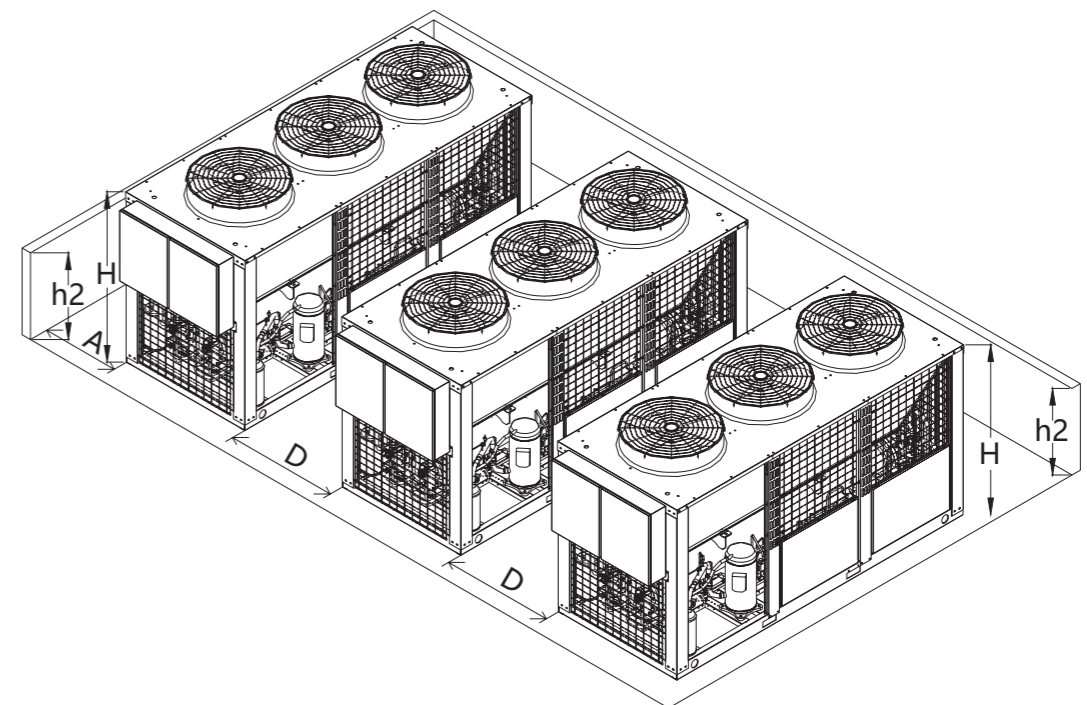
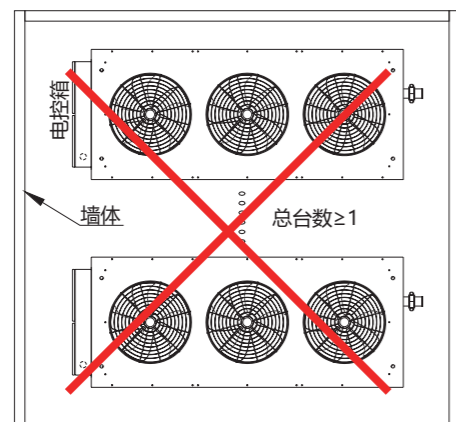
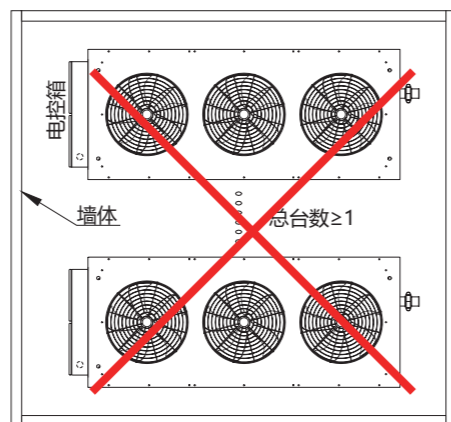
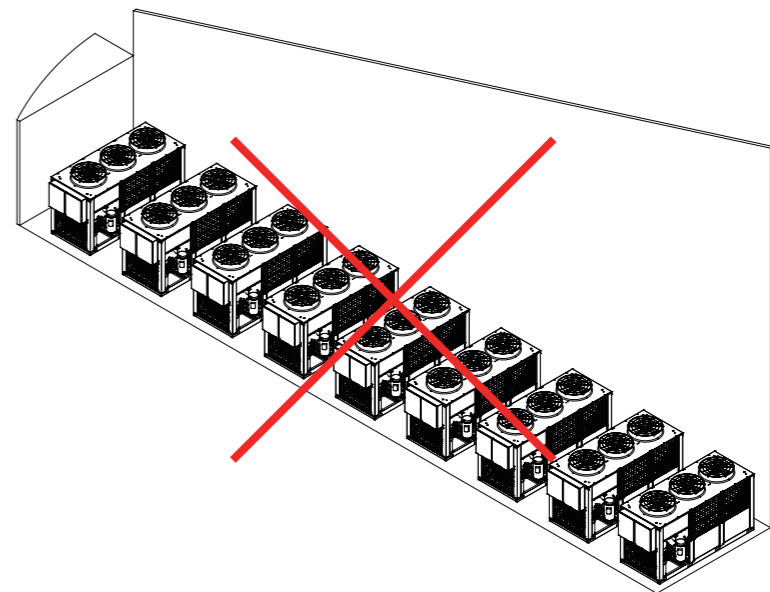

图 4-1-2 机组换热空气进风通道
图 4-1-3 错误安装方式 (U 形空间)
图 4-1-4 错误安装方式 (口形空间)
图 4-1-8 错误安装方式 (空气循环不良)
- G. 预留尽可能大的室外盘管换热空气流通通道，建议预留通道如图 4-1-2。不能安装在 U 形、口形的环绕高墙围成的空间内，因为这样会气流短路和吸风受阻，如图 4-1-3，图 4-1-4。不能安装在高大建筑物外墙墙角下，出风无法彻底吹离机组，制热、制冷都会受到影响，如图 4-1-8。
1. 如果是按照图 4-1-2 模组的模块数超过 8 台, 则处在中间的模块其相邻距离 D 要加大。